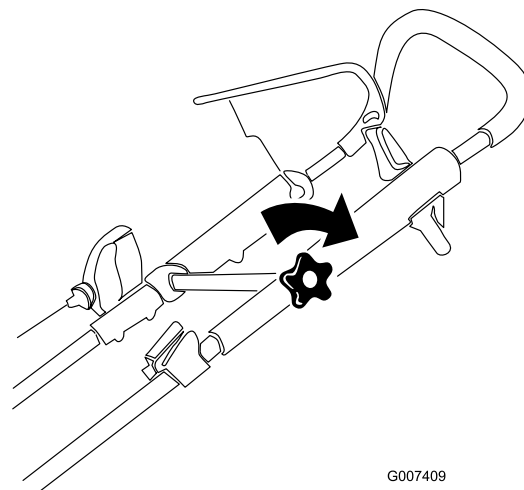

Рисунок 19
3. Затяните головку верхней части рукоятки (Рисунок 19).